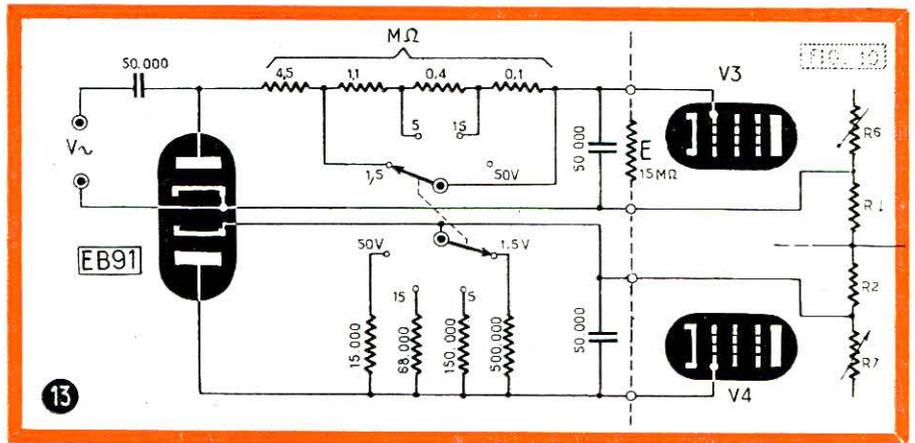

Fig. 13. — Montage pour la mesure des tensions alternatives, la diode inférieure compensant le courant de repos de l'autre.
M. G. SCROGGIE (encore...) a condensé en 6 pages du numéro de mars dernier de *Wireless World*, une des études les plus complètes et les plus instructives qui aient été faites à ce sujet. Nous en dirons sans doute quelques mots en décrivant notre prototype définitif du « voltmètre idéal ». En attendant, les gens pressés trouveront dans la figure 13 le schéma à adjoindre au montage anglais pour la mesure des tensions alternatives.
Le commutateur supérieur de la figure 13 réduit successivement ces 6,2 MΩ à 4,5 afin de compenser l'erreur qu'une diode, redresseur relativement imparfait, introduit au fur et à mesure que la tension détectée s'abaisse. La diode inférieure, qui compense le courant de repos de la diode active, aurait pu être insérée dans un réseau entièrement symétrique du réseau supérieur. Des résultats pratiquement équivalents ont été obtenus avec la commutation simplifiée représentée ici, et qui se contente de modifier la charge de la diode de compensation en fonction de la gamme de mesure.